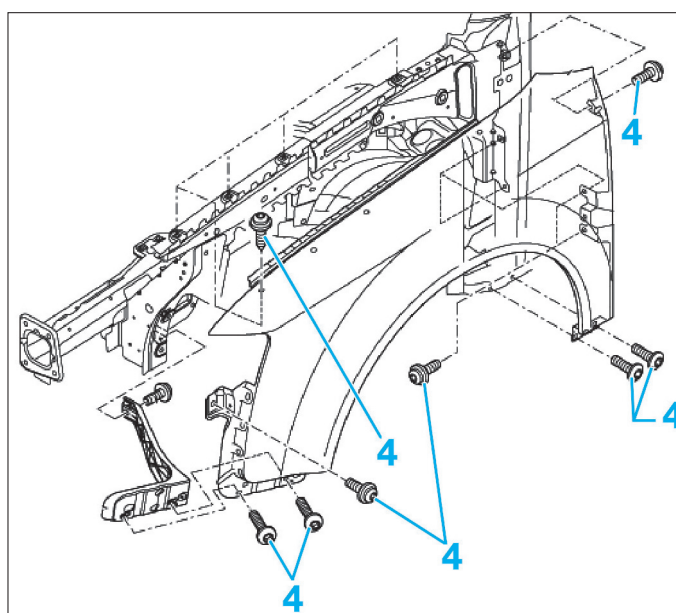

Fig. 79
- Déposer les fixations (4) (Fig.79).